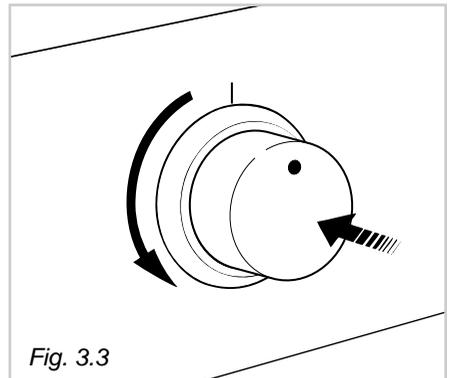

Fig. 3.3
1. Premere a fondo la manopola del rubinetto gas relativo al bruciatore da accendere e, tenendola sempre premuta, ruotarla in senso antiorario di 90° (fig. 3.3).